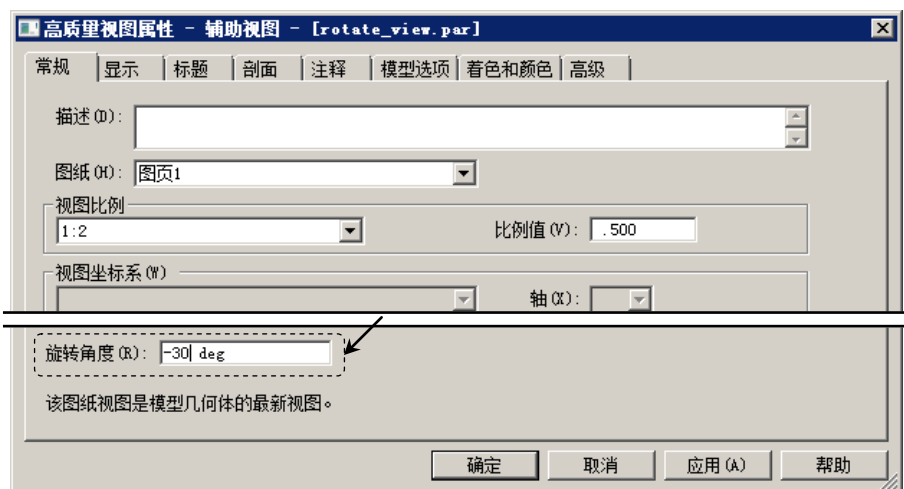

图 4.3.22 “高质量视图属性”对话框
Step2. 右击要旋转的视图, 在弹出的快捷菜单中选择  属性 命令, 系统弹出图 4.3.22 所示的“高质量视图属性”对话框。在“高质量视图属性”对话框 常规 选项卡的左下方 旋转角度(R): 的文本框中输入角度值-30, 单击 应用(A) 按钮视图即发生旋转, 然后单击 取消 按钮, 完成视图的旋转操作。